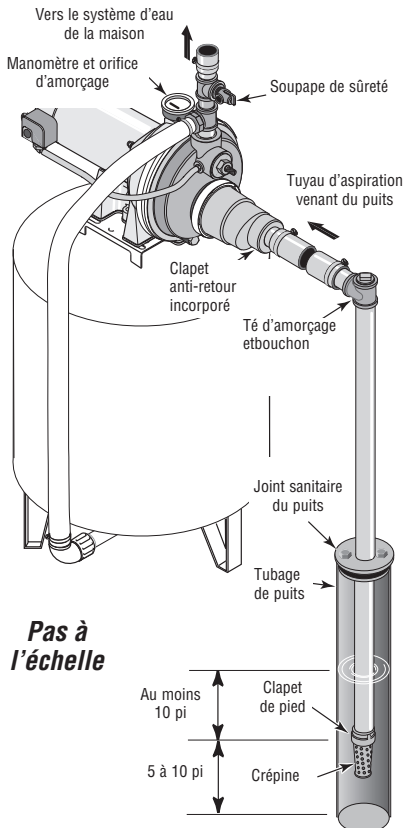

Figure 6 : Installation dans un puits à tubage
Installation sur un puits à tubage de 2 pouces de diamètre ou plus grand (Figure 6)
4. Brancher le clapet de pied, la crépine et le tuyau du puits (voir la Figure 6). S'assurer que le clapet de pied fonctionne librement.
6. Poser le té d'amorçage, le bouchon d'amorçage et le tuyau d'aspiration sur la pompe (voir la Figure 6). Brancher le tuyau provenant du puits sur l'orifice d'aspiration de la pompe en utilisant le moins possible de raccords - en particulier des coudes - étant donné que les raccords augmentent le frottement de l'eau dans